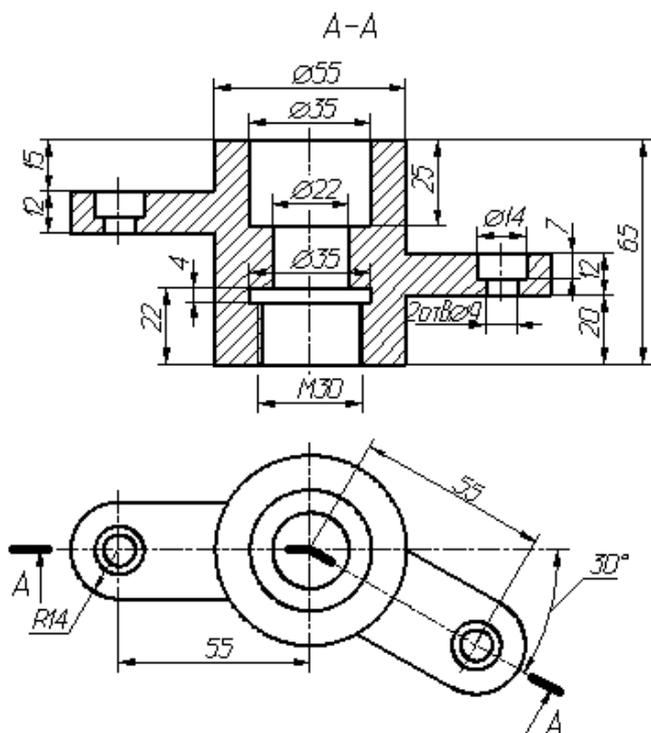

Рис. 3.1
3. Выполните Графическую работу на формате А3 (Рис. 3.1)